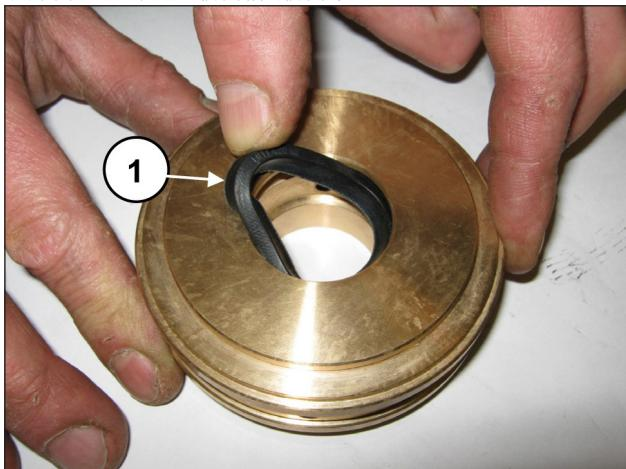

图 177
将低压密封圈插入密封圈底座（位置①，图 177），注意安装方向，密封唇应朝向前（朝向泵）。